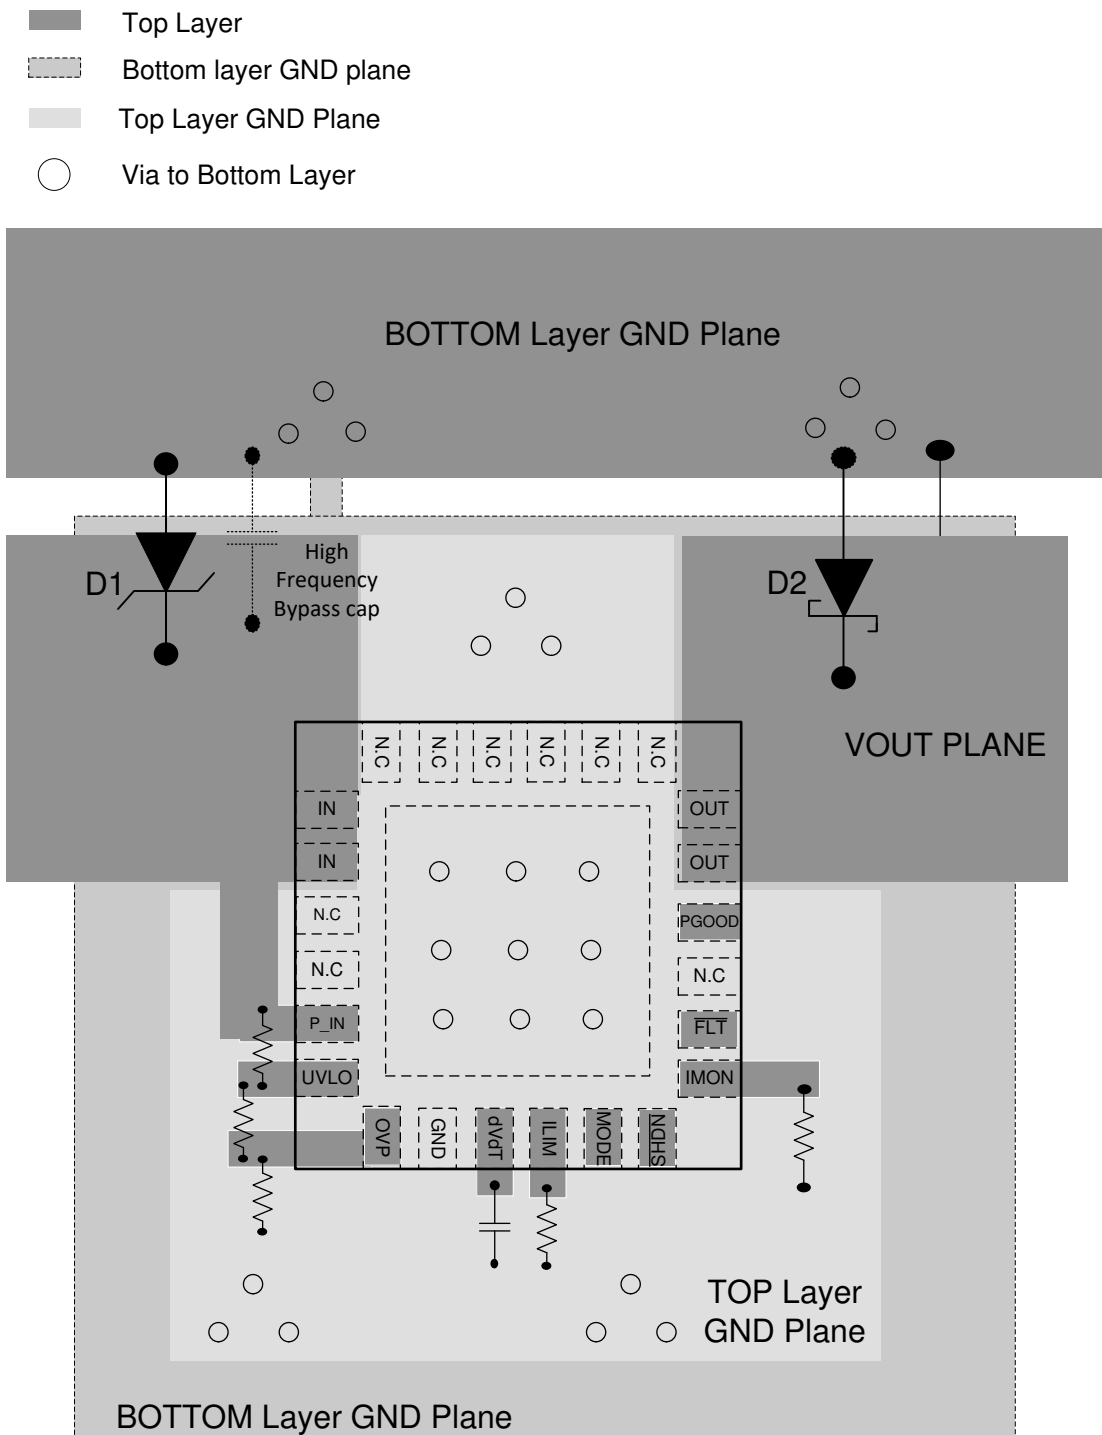
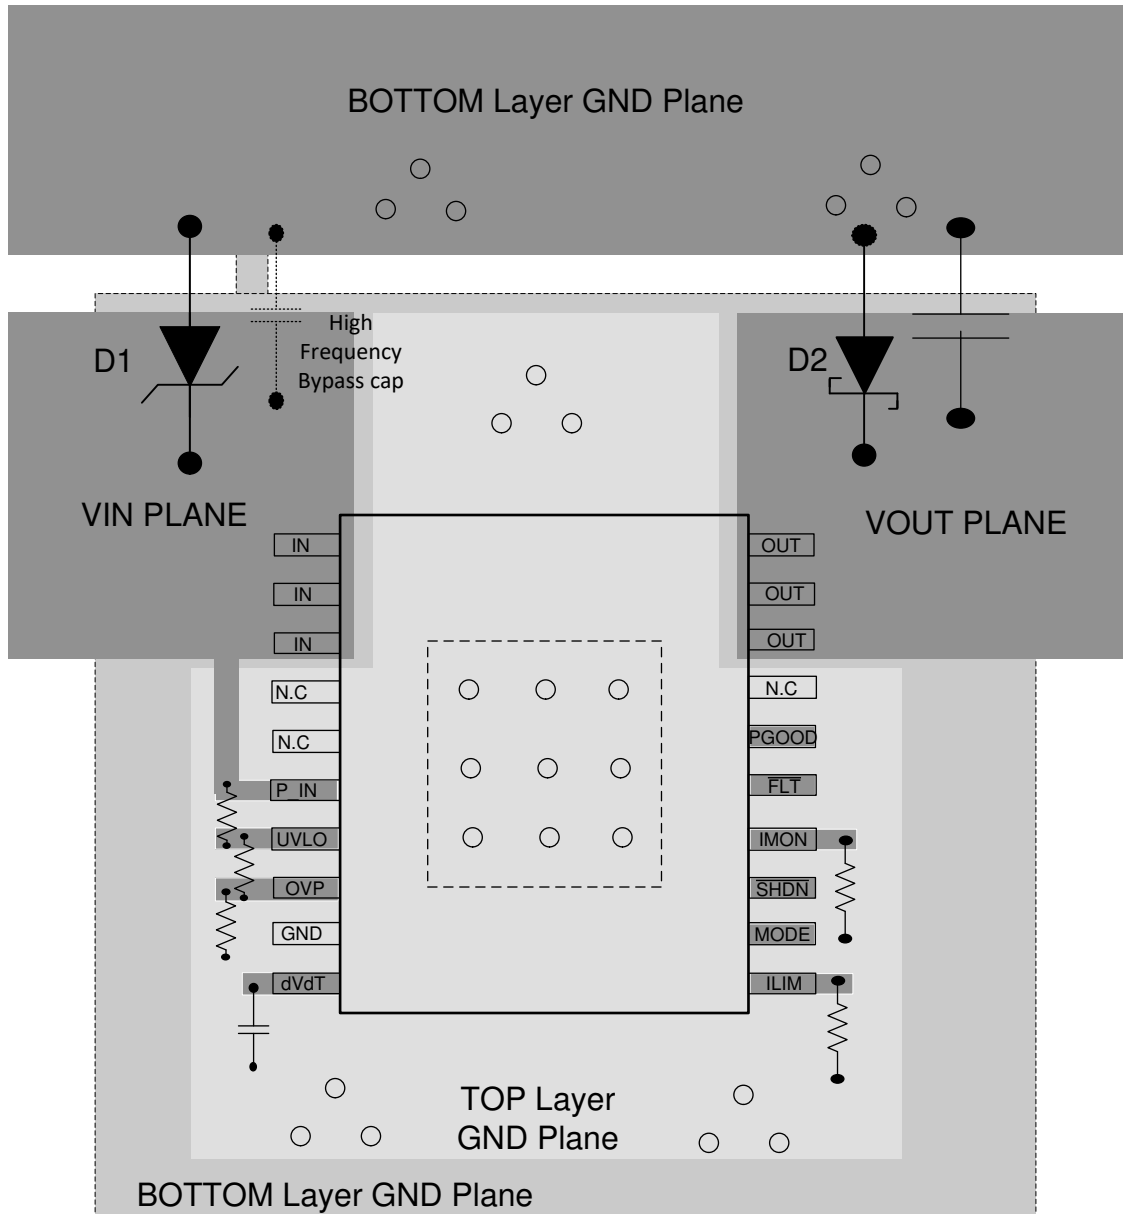

图 9-11. 采用 QFN 封装并采用 2 层 PCB 的 PCB 布局示例
图 9-12. 采用 HTSSOP 封装和 2 层 PCB 的典型 PCB 布局示例
- 高载流电源路径连接必须尽可能短，并且其大小必须能够承载至少两倍的满载电流。有关典型的 PCB 布局示例，请参阅图 9-11 和图 9-12。